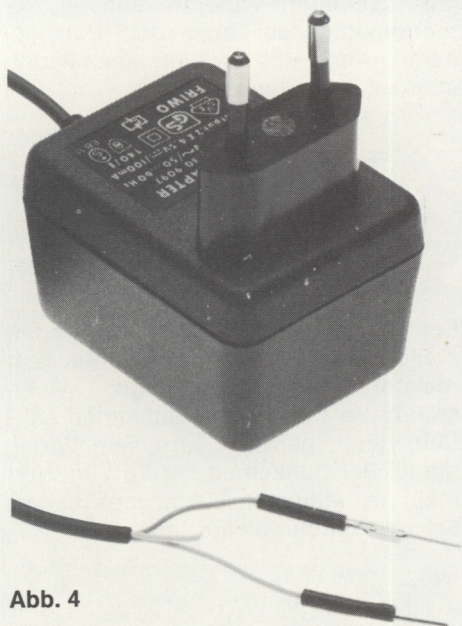

Abb. 4
Anstelle einer Batterie kann das Philips Netzteil EE 9097 verwendet werden. An dem gelben Anschlußdraht (Pluspol +) wird ein Stiftkontakt festgeklemmt und eine Gummitülle darüberschoben. Ebenso verfährt man mit dem grauen Anschlußdraht (Minuspol —). Der weiße Anschlußdraht bleibt frei (Abb. 4). Die Stiftkontakte werden in die entsprechenden Buchsen unterhalb des Schiebeschalters gesteckt, gekennzeichnet — 9 V +.
8. An den Anschlußdrähten des Ohrhörers sind Stiftkontakte festzuklemmen und Gummitüllen darüberzuschieben (wie in Abb. 4).
9. Von beiden Enden der Schaltlitze ca. 5 mm Isolation entfernen, Drähte verdrehen, an jeder Seite einen Stiftkontakt festklemmen und Gummitüllen darüberschieben (siehe Abb. 4).